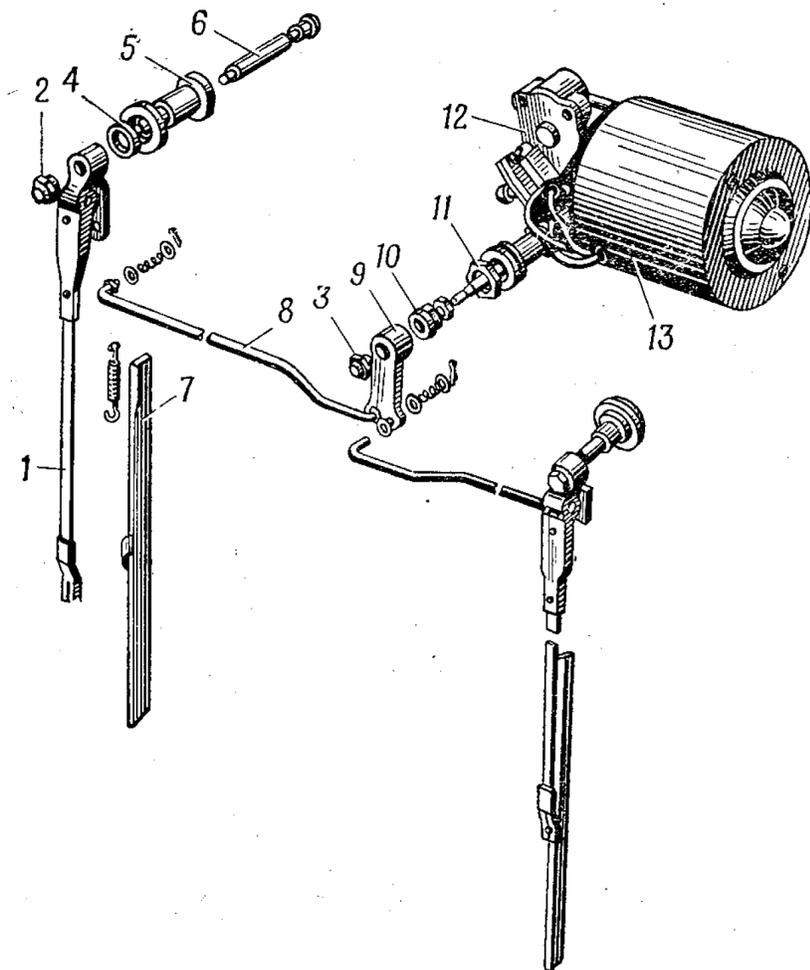
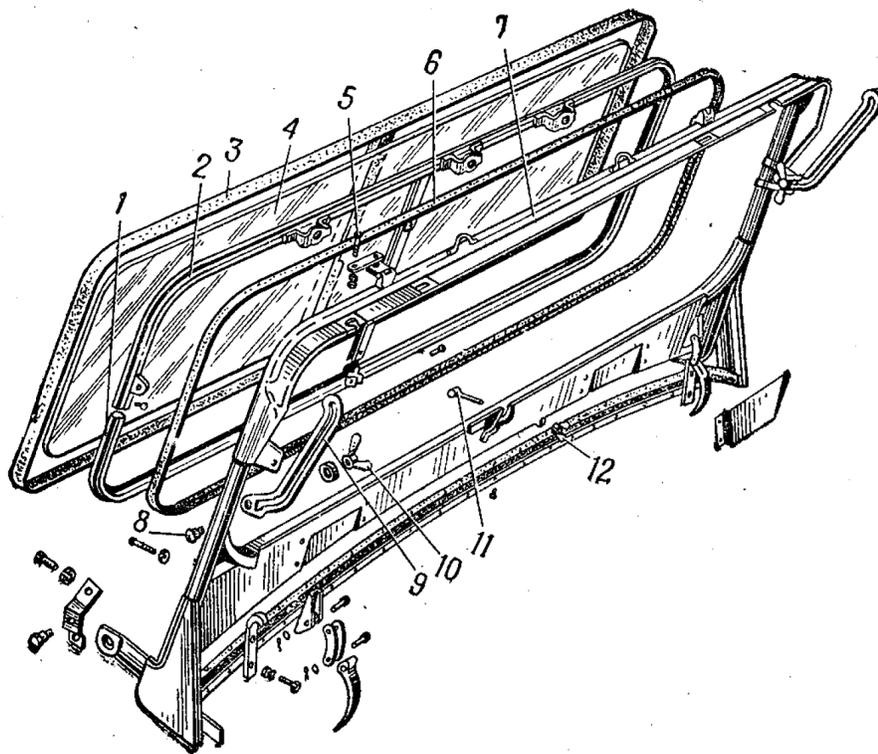

Рис. 53. Стеклоочиститель:
Рис. 54. Ветровое окно:
<p>2. Отвернуть гайку 3 (рис. 53) крепления рычага 9 привода тяг 8 и снять рычаг с вала редуктора. Отвернуть колпачковую гайку 10 сальника вала</p>	<p>Ключ 10—12</p>
<p align="center">Снятие стекла ветрового окна</p> <p>1. Вынуть ремни крепления тента к кузову из скоб и снять тент со скоб крепления</p> <p>2. Снять переднюю часть тента с крюков рамы ветрового окна. Переходы 1 и 2 выполняются только на автомобилях ГАЗ-69 всех модификаций</p> <p>3. Вывернуть винты крепления кронштейнов правого и левого противосолнечного козырьков и снять их с рамы ветрового окна</p> <p>4. Отвернуть гайку крепления зеркала заднего вида со стержня и снять зеркало с рамы ветрового окна</p> <p>5. Расшплинтовать тяги 8 (рис. 53), снять шайбы пружины и тяги с рычага 9. Отвернуть гайки 2 крепления рычагов 1 щеток 7 к осям 6 и снять рычаги в сборе с тягами и щетками с осей</p> <p>6. Снять редуктор стеклоочистителя в сборе с электродвигателем (см. операционную карту № 54, переходы 1—3)</p> <p>7. Отвернуть гайку-барашек 12 (рис. 54) со шпильки 11 запора ветрового окна</p> <p>8. Отвернуть зажимы 10 кулис на три-четыре оборота и подать ветровое окно вперед. Вывернуть винты 8 крепления кулис к раме 2 и снять их с рамы</p> <p>9. Вывернуть винты 5 крепления рамы 2 к петлям каркаса 7 и снять раму в сборе со стеклом</p> <p>10. Снять прокладку 3 и уплотнитель рамы 2</p> <p>11. Вывернуть пять винтов крепления нижней части рамы 1 к вкладышам верхней части рамы 2 и снять нижнюю часть рамы</p>	<p align="center">—</p> <p align="center">—</p> <p align="center">Ключ 10—12; отвертка В 175×0,7</p> <p align="center">Ключ 12—14</p> <p align="center">Плоскогубцы 150; ключ 10—12</p> <p align="center">—</p> <p align="center">Отвертка В 175×0,7</p> <p align="center">Ключ 8—10; отвертка В 175×0,7</p> <p align="center">Отвертка В 175×0,7 То же</p>
20. Установить рычаги 1 (рис. 53) щеток 7 в сборе с тягами 8, навернуть и затянуть гайки 2 их крепления, свободные концы тяг 8 вставить в отверстия рычага 9, установить шайбы, пружины и зашплинтовать	Ключ 10—12; плоскогубцы 150
22. Установить правый и левый противосолнечные козырьки кронштейнами на каркас 7 (рис. 54) ветрового окна и ввернуть винт крепления кронштейна	Ключ 10—12; отвертка